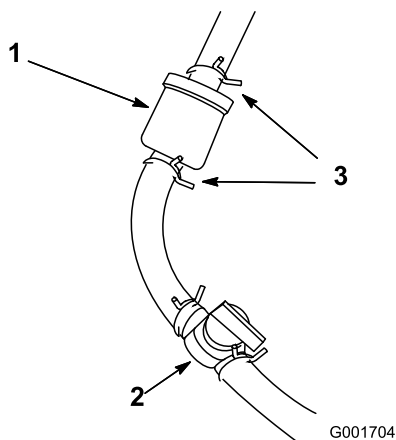

Figura 52
1. Cierre la válvula de cierre del combustible (Figura 52).
2. Coloque un recipiente debajo del filtro, afloje la abrazadera en el lado del carburador del filtro y retire el tubo de combustible del filtro (Figura 52).